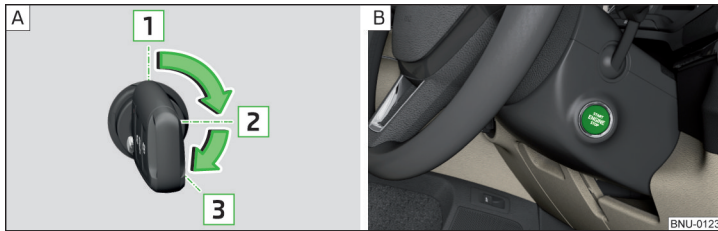

Abb. 244 Positionen des Fahrzeugschlüssels im Zündschloss / Starterknopf
Positionen des Fahrzeugschlüssels im Zündschloss » Abb. 244 - [A]
› Den Knopf drücken » Abb. 244 - [B], die Zündung wird ein-/ausgeschaltet.
- › Bei Fahrzeugen mit **Zündschloss** den Schlüssel in die Position **3** drehen » Abb. 244 auf Seite 212 - [A], es erfolgt der Startvorgang. Dann den Schlüssel loslassen, der Motor springt automatisch an.
- › Bei Fahrzeugen mit **Starterknopf** den Knopf kurz drücken » Abb. 244 auf Seite 212 - [B], der Motor springt automatisch an.
- › Bei Fahrzeugen mit **Zündschloss** den Schlüssel in die Position **1** drehen » Abb. 244 auf Seite 212 - [A].
- › Bei Fahrzeugen mit **Starterknopf** den Knopf drücken » Abb. 244 auf Seite 212 - [B], der Motor und die Zündung werden gleichzeitig ausgeschaltet.
➤ Den Knopf gedrückt halten » Abb. 244 auf Seite 212 -  oder zweimal innerhalb von 1 Sekunde drücken.